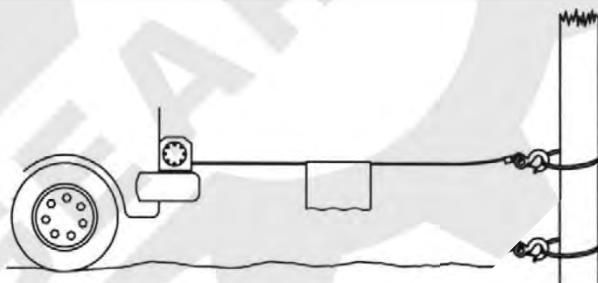

Рисунок 5.
- При перемещении груза оберните трос одеялом или брезентом («гаситель») в месте около зацепа крюка (рисунок 5). Это замедлит резкое раскручивание сломанного троса и поможет предотвратить серьезные травмы.